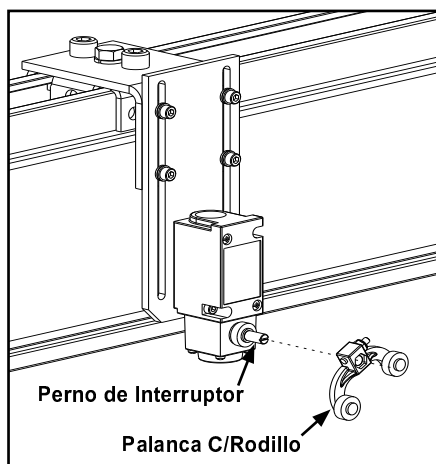

Figura 3-130
- Paso 2. Alinee palanca con rodillo del interruptor limite. No apriete palanca en perno, ajustes se harán en pasos posteriores Vea Figura 3-130.